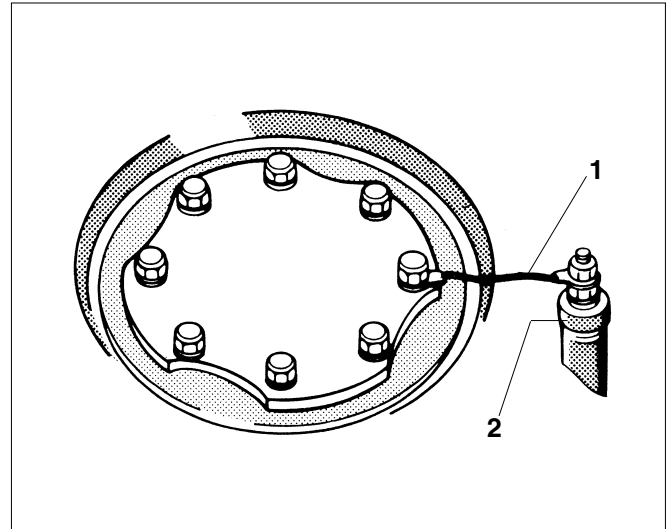

Fig. 10 Messa a terra dell'anodo di magnesio
Verificare che l'anodo di magnesio (fig. 10, pos. 2) sia montato in modo tale da garantire il collegamento elettrico fra l'anodo di magnesio e il corpo accumulatore, vale a dire che il cavo di messa a terra deve essere collegato (fig. 10, pos. 1).
Legenda della fig. 10:
- Inserire l'occhiello per il cavo di messa a terra e avvitare le viti a testa esagonale (fig. 10).